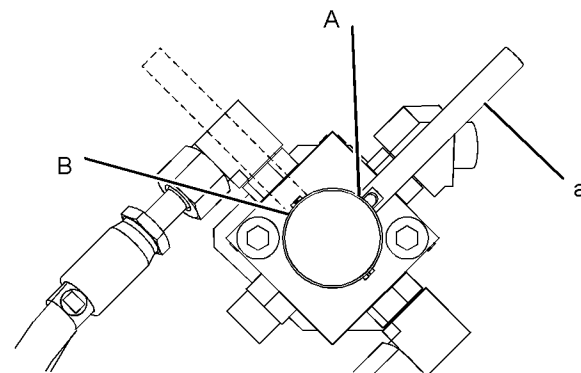

Fig. 150
**Bemærk:** På fig. 150 står omstillerventilen på SAE.